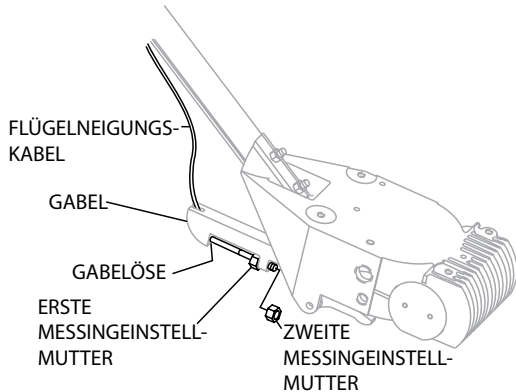

Abbildung 13. Gabelbefestigung für Kabel
5. Führen Sie das Kabelende durch die Gabelöse (Abbildung 13). Ziehen Sie die erste MessingEinstellmutter von Hand an, so dass das Kabel nicht durchhängt.